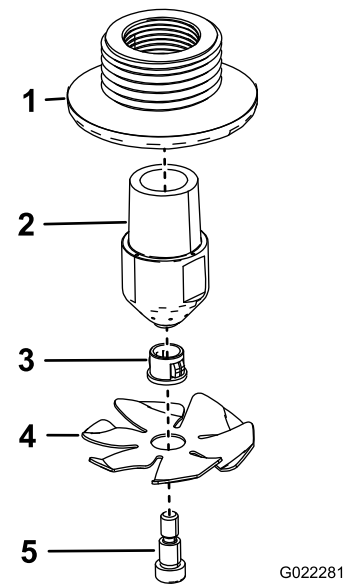

Bild 7
- Montieren Sie die Düsen, wie in Bild 7 abgebildet.